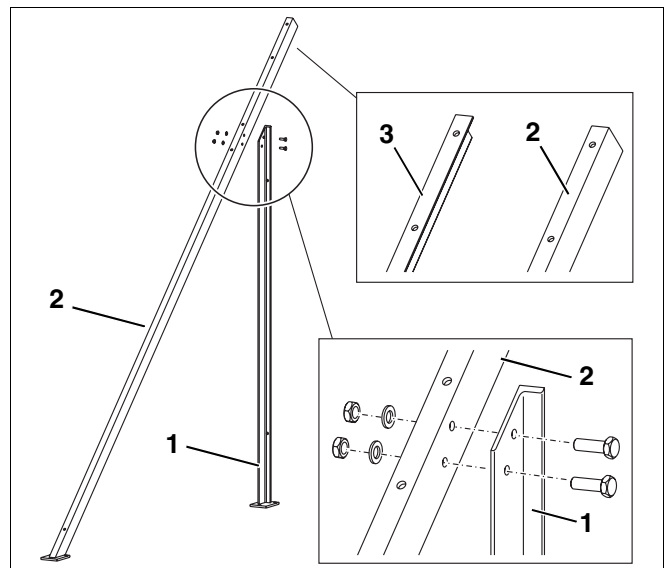

Fig. 5 Montagem dos apoios (direita)
- B Montar previamente o apoio 45° direito (fig. 5, **item 1**) e o apoio curto (fig. 5, **item 2**) vertical direito com parafusos M8 x 20, porcas e anilhas. Para o efeito, utilizar duas chaves de boca 13.